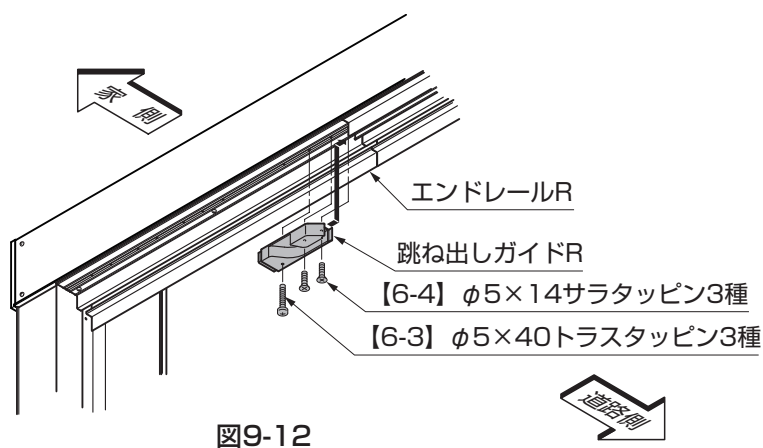

図9-12
①エンドレールに跳ね出しガイドを【6-3】、【6-4】で取付けてください。(図9-12参照)